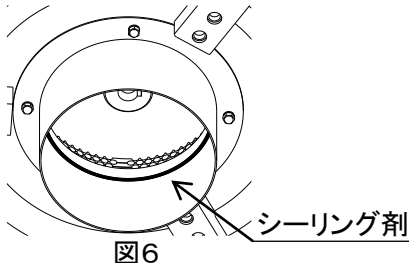

図6
- ①ダクトフランジとミストキャッチの間のシーリング剤をカッター等を使用して切れ込みを入れて下さい。(図6)